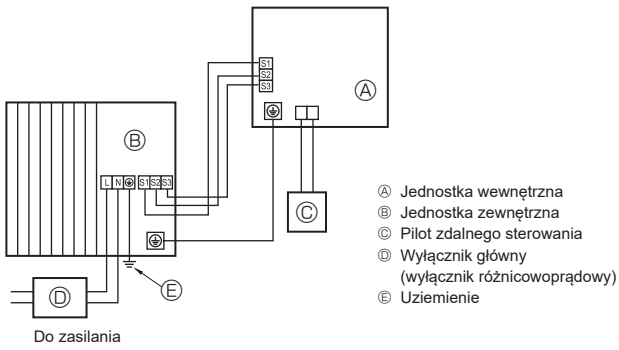
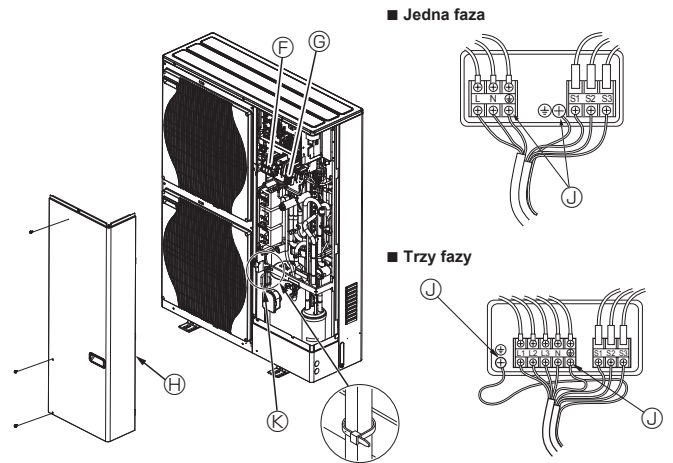

Fig. 5-1
Fig. 5-2
### 5.1. Jednostka zewnętrzna (Fig. 5-1, Fig. 5-2)
- ① Usunąć panel serwisowy.
- ② Podłączyć przewody zgodnie z Fig. 5-1 i 5-2.